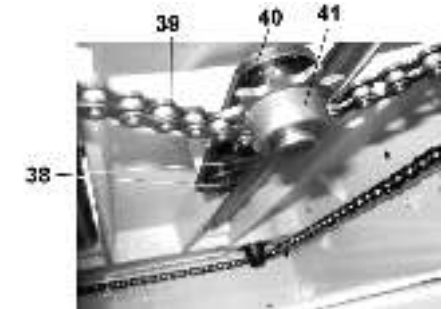

Рис. 16
10.3. Регулировка натяжения цепи механизма установки высоты строгального блока (Рис.16)